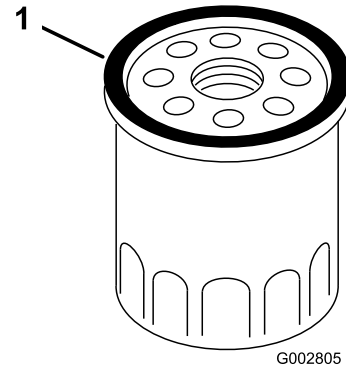

Bild 23
7. Schmieren Sie mit dem Finger etwas Öl auf die Dichtung am neuen Filter (Bild 23).